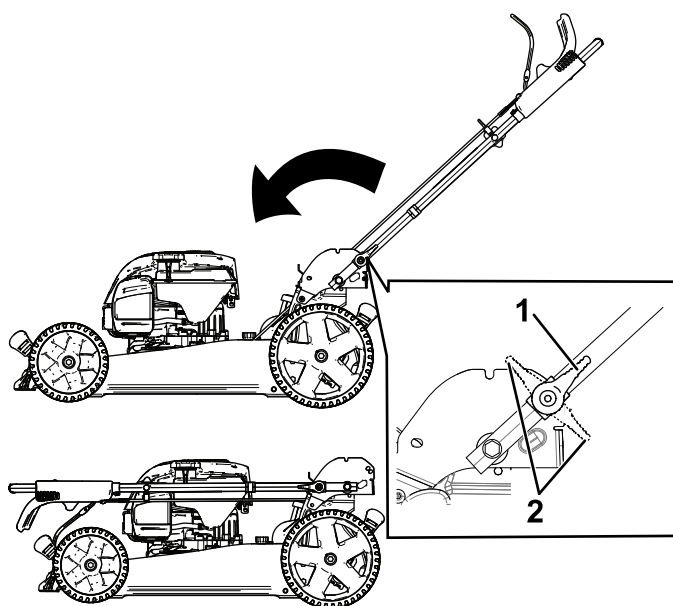

Figura 20
3. Abra las palancas de bloqueo del manillar (Figura 20).
4. Pliegue el manillar completamente hacia adelante (Figura 20).